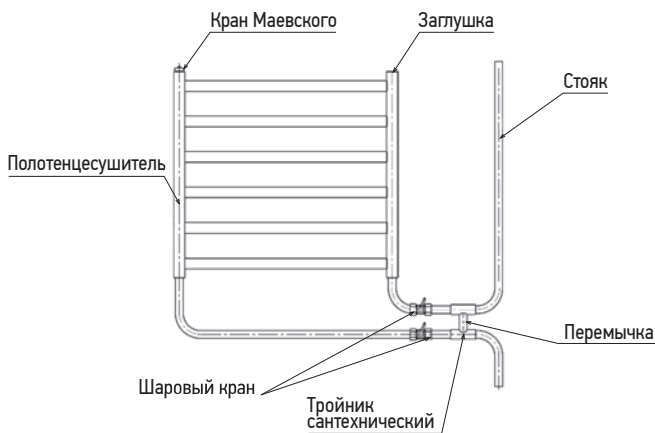

Рис. 2. Шунтирующая обводка
- 4.3. При установке и подключении полотенцесушителя должны быть соблюдены требования СНиП 2.04.01-85 и СНиП 2.04.07-86*, а также «Правил и норм технической эксплуатации жилищного фонда». В случае монтажа полотенцесушителя непосредственно к стояку, необходимо установить шунтирующую (обводную) перемычку (Рис.2), диаметр которой должен быть на размер меньше диаметра стояка (например: стояк Ду 32 мм, перемычка Ду 25 мм).
- 5.9. По истечении срока службы полотенцесушителя или фитингов перекрыть шаровые краны (Рис. 2), вызвать специалиста организации, оказывающей жилищно-коммунальные услуги, и заменить изделие на новое.